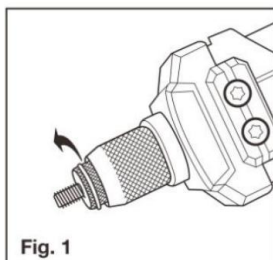

Fig. 1
2. Rimuovere il nasello da dado a manicotto svitando il nasello in senso antiorario (vedere Fig. 1)